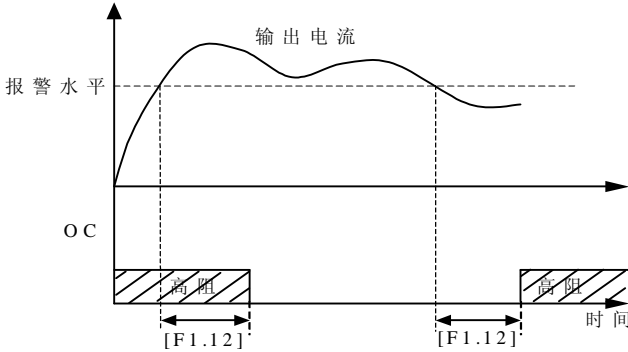

图 8-8 过载报警
- (1) 过载报警水平由参数 F1.11 设定。
- (2) 报警延时时间由参数 F1.12 设定。
- 6: 输出频率到达下限。当变频器的输出频率到达下限频率时，该端口输出有效信号（低电平），否则输出无效信号（高阻）。 图 8-8 过载报警
如果输出电流连续超过参数 F1.11 设定的电平，经过 F1.12 设定的延迟时间后，开路集电极输出有效信号（OC1 或 OC2 端子，参阅图 8-8 及参数 F1.6、F1.7 的相关说明）。